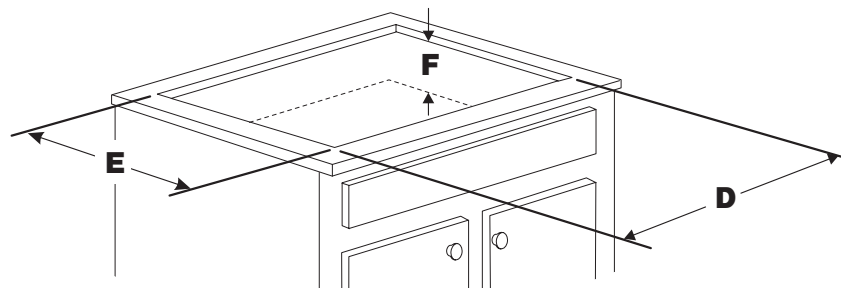

Figure 1
2. Le câble blindé flexible s'étendant de l'appareil doit être connecté directement à la boîte de jonction. La boîte de jonction doit être située comme indiqué sur la figure 1 ou la figure 2 et avec autant de jeu que possible restant dans le câble entre la boîte et l'appareil, afin qu'elle puisse être déplacée si un entretien est nécessaire.